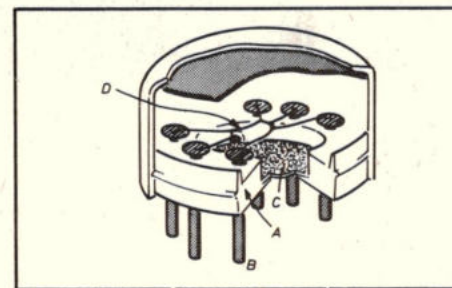

Fig. 5.
Voor het indirect verhitte type werd een aangepaste behuizing ontwikkeld (zie hiervoor fig. 5). Deze bestaat uit een bodemdeelte A dat is vervaardigd uit nylon 66 en voldoet aan de UL 94HB norm van de Amerikaanse verzekeraars Underwriters Laboratory. Hierin zijn zes stevige nikkel aansluitpennen opgenomen die zodanig zijn gespatieerd dat ze passen in een miniatuur buisvoet type B7G. In de bodem is een gaatje aangebracht voor extra ventilatie indien dit noodzakelijk is. In de meeste toepassingen blijkt echter dat dit gaatje zonder probleem kan worden afgesloten. Het geheel is overtrokken met twee lagen roestvrij stalen gaas (C) dat door middel van een las aan de bodem is bevestigd. Al het gebruikte gaas voldoet aan de norm SUS316. Het element D wordt op de zes aansluitpennen gelast. Tenslotte wordt alles afgesloten met een deksel dat, evenals de voet, uit nylon 66 is vervaardigd. In de bovenzijde bevindt zich een opening voor het toetreden van de lucht. Deze opening is, net als de voet, voorzien van de dubbele gaaslaag. Evenals de direct verhitte uitvoering is ook deze halfgeleider getest in een explosief gasmengsel en het bleek dat de aangebrachte kooiconstructie dezelfde veiligheid bood tegen het ontstaan van explosies. Maar ook hierbij moet worden aangekend dat het niet betekent dat de halfgeleider dan ook in explosie-gevaarlijke ruimten zonder meer mag worden gebruikt.